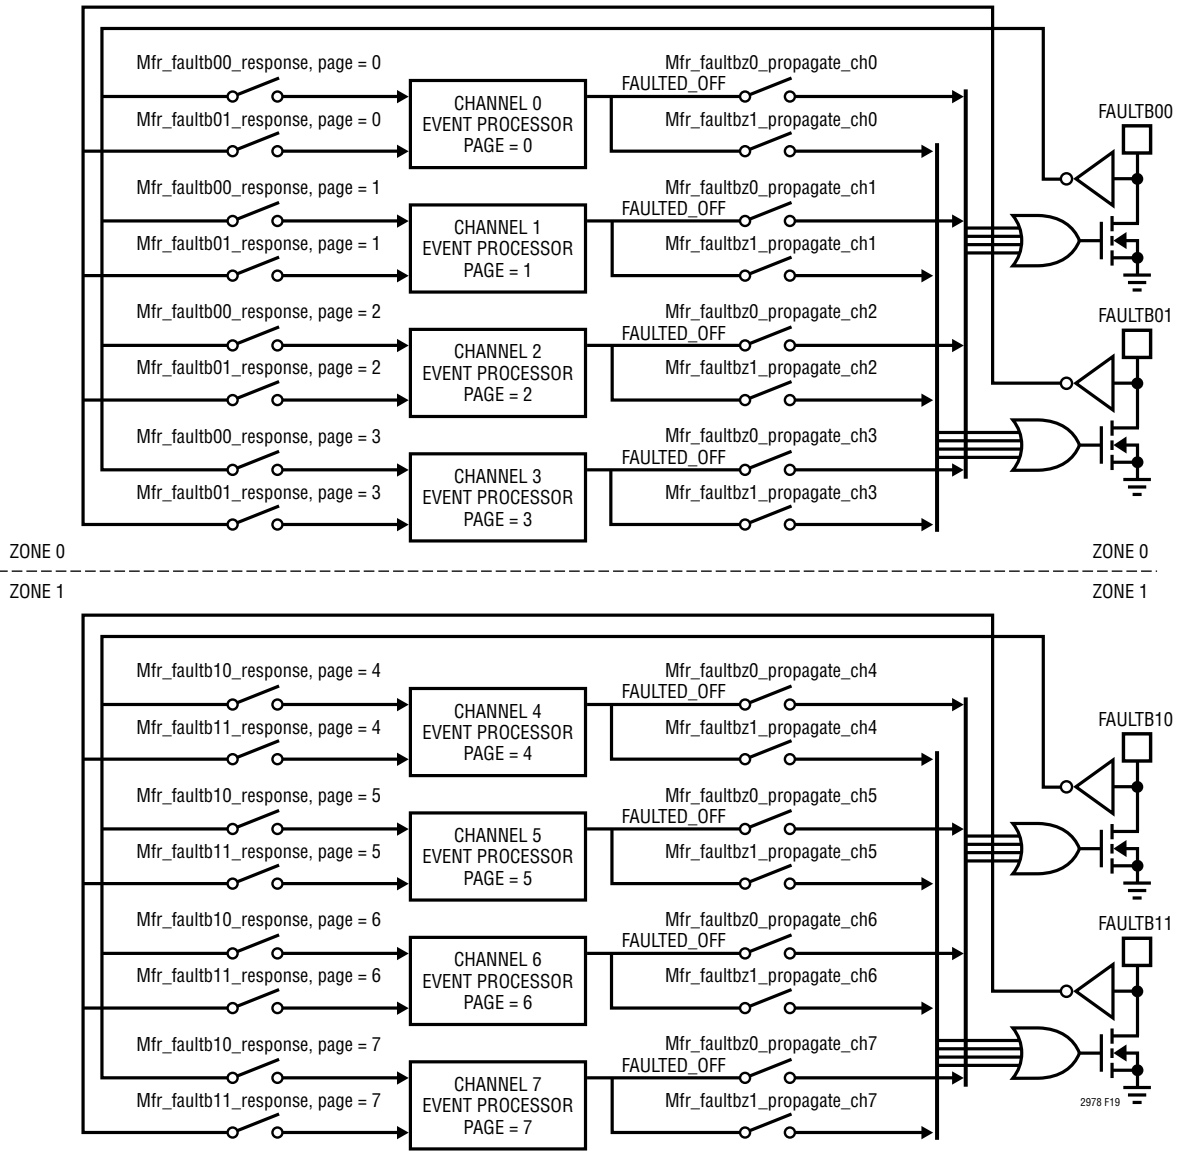

図 19. チャネルのフォールト管理のブロック図
マルチチャンネルのフォールト管理は双方向のFAULTBznピンを使用して行われます。“z”は0または1のフォールト・ゾーンを示します。LTC2978には2つのフォールト・ゾーンがあります。各ゾーンには4つのチャンネルがあります。チャンネルとFAULTBznピンの接続を図19に示します。
- PWRGD には、MFR\_PWRGD\_EN コマンドによってマッピングされた出力の状態が反映されます。図 19 では全ての PWRGD ピンが相互接続されていますが、どの組み合わせを使用することもできます。PWRGD ピンの応答の待ち時間は、ADC MUX の設定条件に応じて 30ms ~ 185ms の範囲であることに注意してください。電気的特性の表の Note 6 を参照してください。